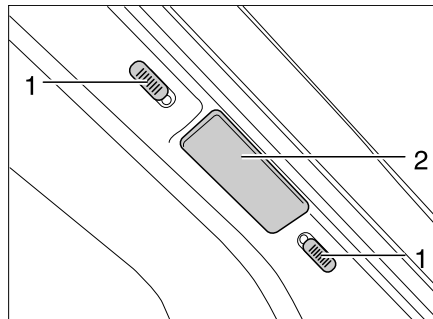
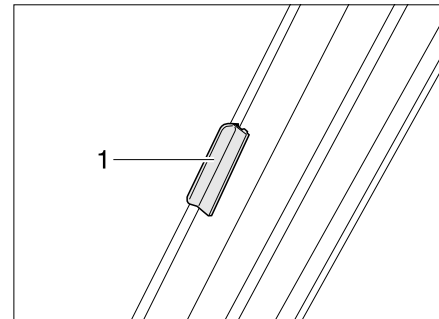

Bild 21 Verriegelung Faltdunklung Frontscheibe
Bild 22 Verriegelung Faltdunklung Frontscheibe (I-Modell)
- Die beiden Hälften der Faltdunklung für die Frontscheibe am Griff (Bild 21,2 und Bild 22,1) bis zum Anschlag nach außen schieben.
- Die Verriegelungsknöpfe (Bild 21,1) nach unten bzw. nach oben schieben. Wenn der rote Punkt sichtbar ist, ist die Verriegelung offen.